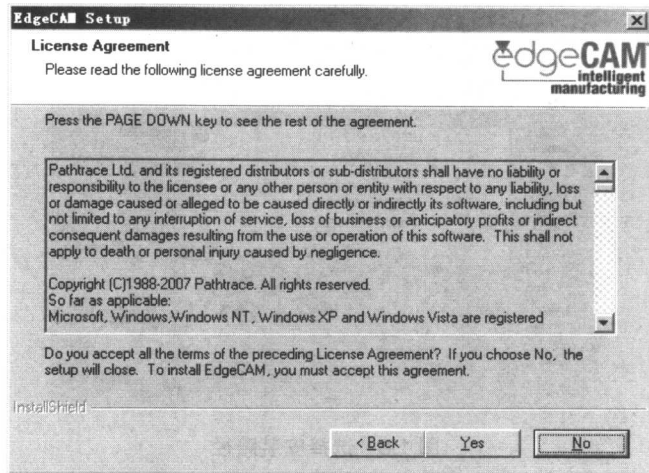

图 1.4 【License Agreement (协议许可)】对话框
(4) 系统打开【License Agreement (协议许可)】对话框，如图 1.4 所示。单击【Yes (是)】按钮。